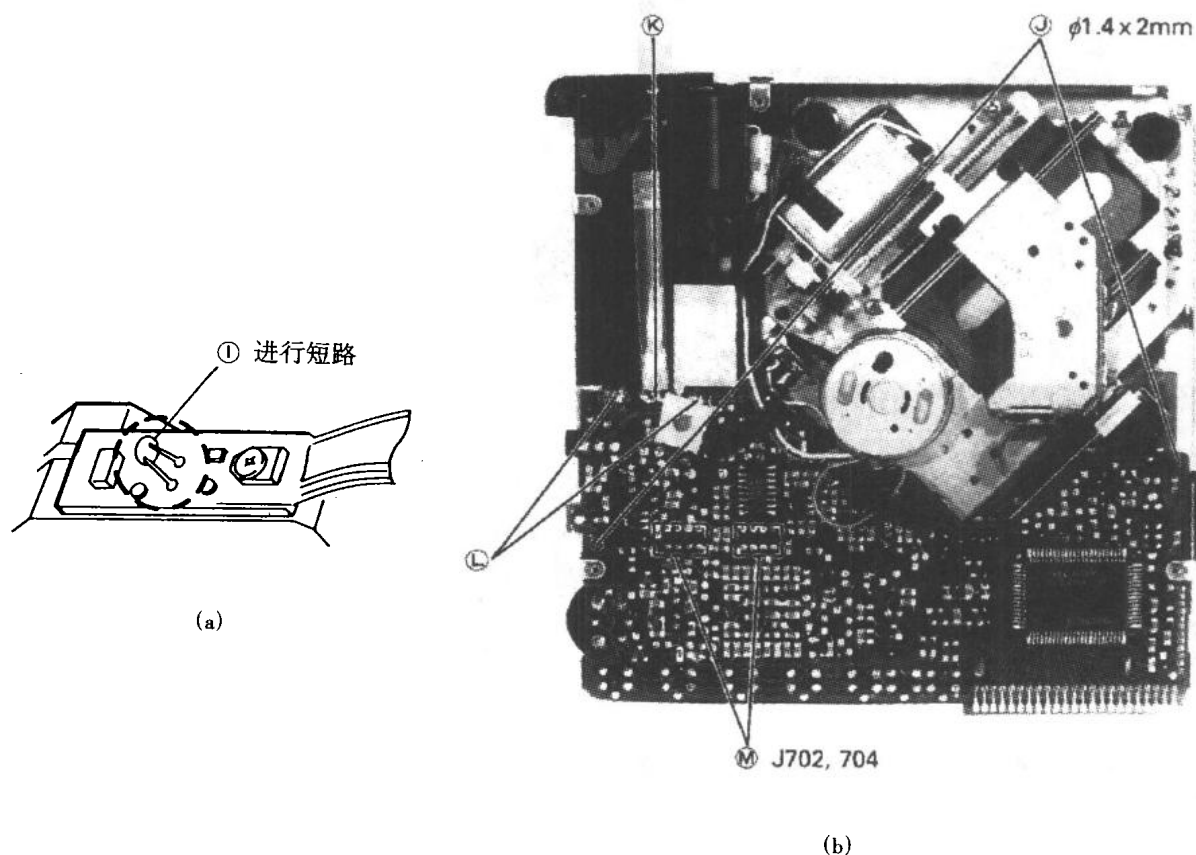

图 1.11
- (1) 拆卸主印刷电路板时,务必用电烙铁将激光拾音器的端子①短路。
- (2) 取下 2 个螺钉①,见图 1.11。
- (3) 用电烙铁焊掉电池弹簧的 3 个部位 ⑫ 和 ⑬。
- (4) 拔掉 2 个接插件 ⑭。